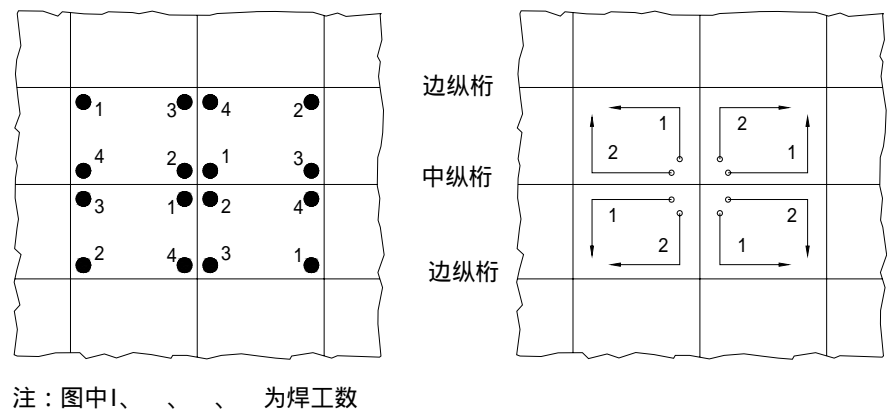

图 8
6.2.2.2 纵横向构架（纵桁、肋板）组装焊接按图 8（在小组立能合拢的构架尽量在小组立时完成焊接工作。）